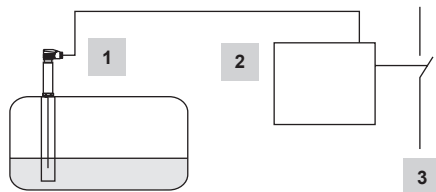

Fig. 7
- Fig. 7** Association de 1 sonde de niveau LP40 et de 1 limiteur de niveau LCS3050 en qualité de limiteur de niveau d'eau. Le limiteur de niveau ouvre deux circuits de sécurité séparés. Sécurité opérationnelle IEC 61508 SIL 3. Autres applications conformément aux réglementations nationales